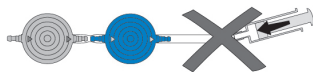

Fig. 25: Evitar la presurización
- ▶ Debe evitarse la presurización con una jeringa desechable tanto en el extremo proximal como en el extremo distal de la válvula. (Fig. 25).